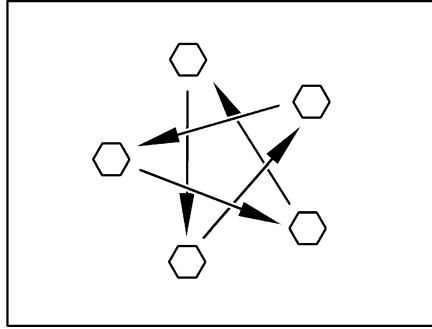

Bild 158 Radmuttern oder Radschrauben über Kreuz anziehen
- Radmuttern oder Radschrauben regelmäßig auf festen Sitz prüfen. Radmuttern oder Radschrauben eines ausgewechselten Rades nach 50 km über Kreuz nachziehen (Bild 158). Anzugsdrehmoment siehe Abschnitt 15.5.2.
- ▶ Radmuttern oder Radschrauben über Kreuz anziehen (Bild 158).